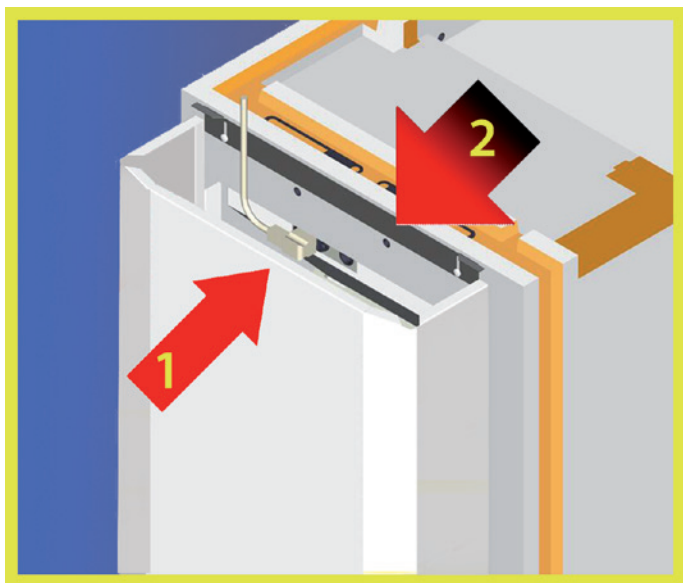

Fig. 15. Montering av tilførselskabel og øvre frontdeksel.
Montering av tilførselskabelen gjøres som vist i fig. 15. Sett apparatstøpselet inn i stikkontakten på maskinens øvre venstre hjørne- Monter det øvre frondekselet ved hjelp avfeste (2). Dra til de to skruene.